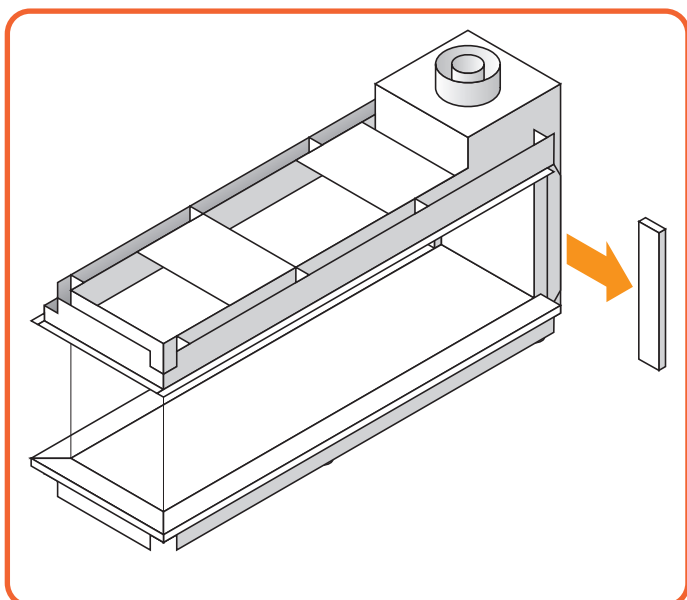

Figura 10.9 - Rimozione delle finiture laterali
- Rimuovere le finiture laterali e la finitura inferiore. Sono fissate con dei magneti, **Figura 10.9 e 10.10.**